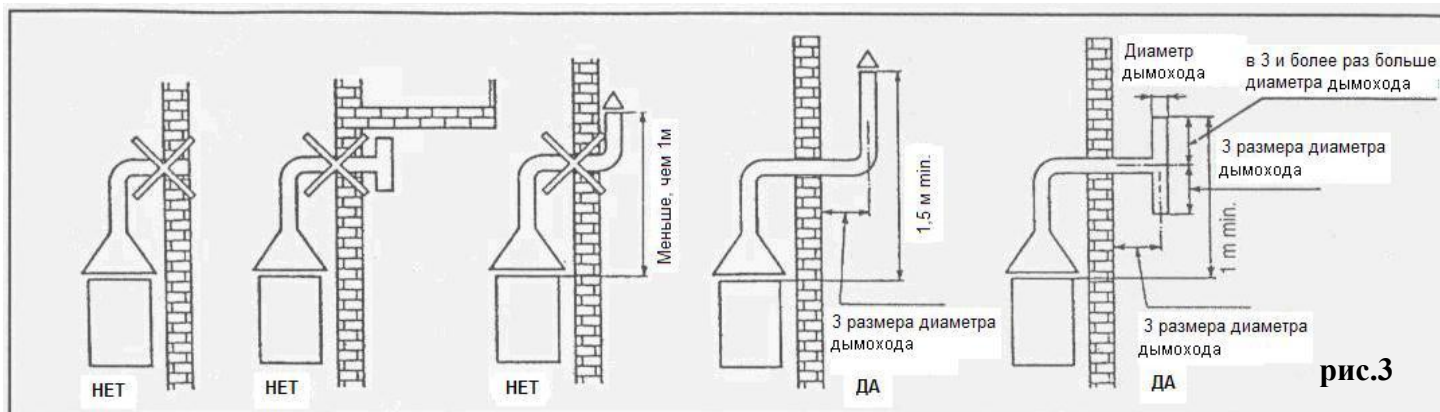

рис.3
**4.4** При отсутствии дымохода, продукты сгорания выводятся за пределы помещения по одной из схем, приведенных на рис. 3, разработанные в соответствии с нормами безопасности UNI-CIG .